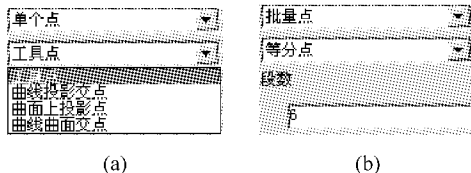

图 2-1-10 “点”立即菜单
⑥ 单击曲线生成栏中的“点”图标,或者执行【造型】|【曲线生成】|【点】命令,在立即菜单中选择【批量点】、【等分点】,在【段数】中输入“6”,如图 2-1-10 所示,然后按回车或者右击确认。